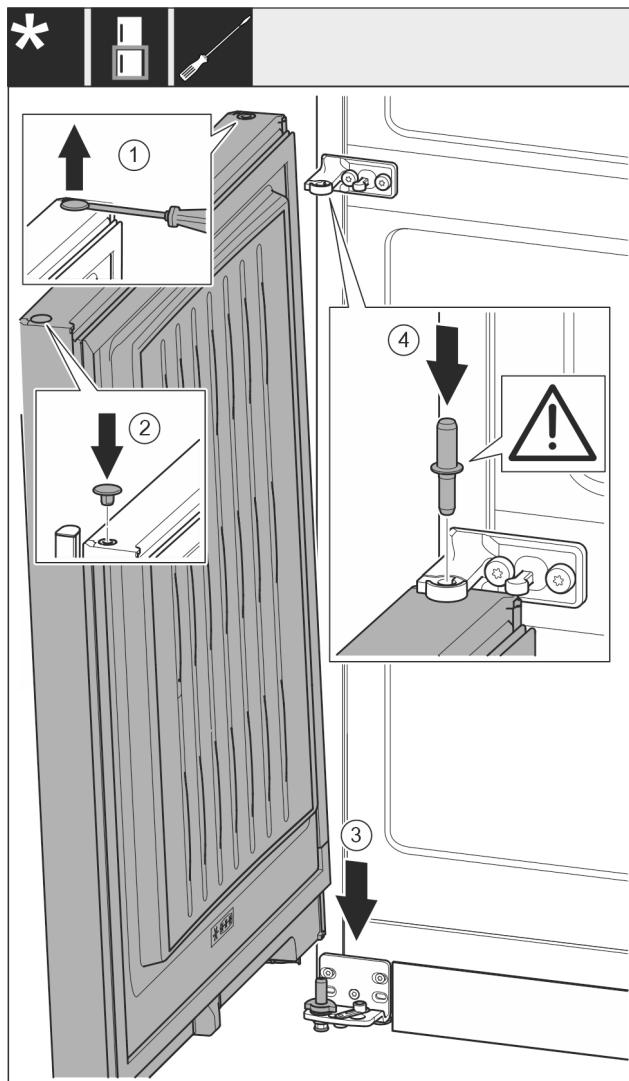

Fig. 19
- Ravnim odvijačem oprezno podignite čep i izvadite ga. Fig. 19 (1)
- Ponovo umetnite čep na drugoj strani vrata. Fig. 19 (2)
- Stavite vrata odozgo na donji svornjak ležaja. Fig. 19 (3)
- Umetnite srednji svornjak ležaja kroz srednji podložak ležaja u donja vrata. Pri tome pazite da je ispupčenje za blokiranje okrenuto prema otraga. Fig. 19 (4)